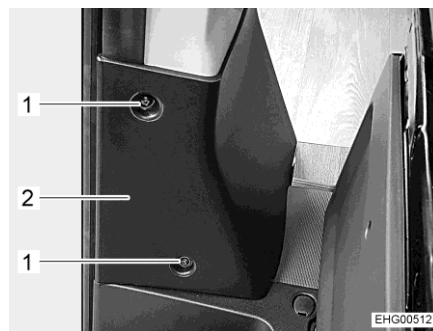
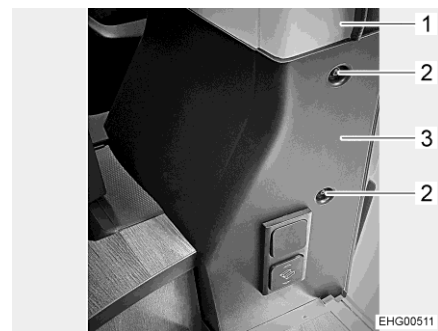

Bild 84 Abdeckung (von Fahrerhaustür aus gesehen)
Bild 85 Abdeckung (von Schiebetür aus gesehen)
- 2 Schrauben (Bild 84,1) sowie 2 Schrauben (Bild 85,2) herausdrehen und Abdeckung (Bild 84,2 und Bild 85,3) von B-Säule (Bild 85,1) abnehmen.